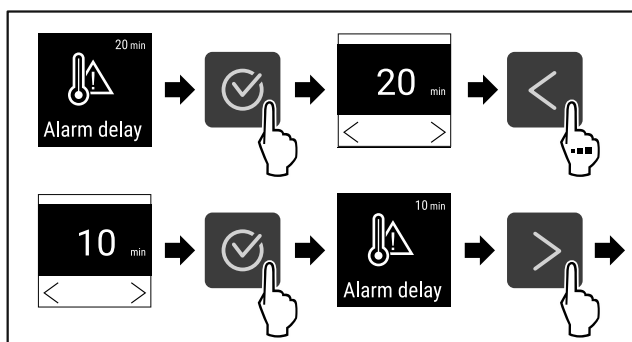

Fig. 133
- ▶ Eseguire i passi (vedere Fig. 133).